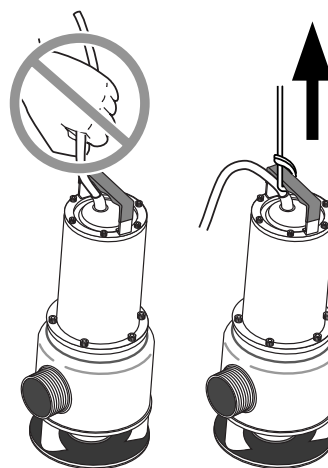

Figure 1
**⚠ AVERTISSEMENT** **Risque de secousses électriques.** Les secousses électriques peuvent brûler, voire tuer. Ne pas lever la pompe par son cordon électrique. Se reporter à la rubrique «Pour lever la pompe» et à la Figure 1.
**⚠ AVERTISSEMENT** Risque de secousses électriques. Les secousses électriques peuvent brûler, voire tuer. Ne pas lever la pompe par son cordon électrique. Se reporter à la rubrique «Pour lever la pompe» et la Figure 1, page 3.